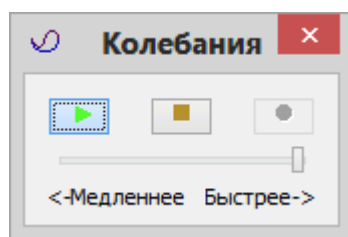

Рис.4.33. Диалоговое окно Колебания
- В диалоговом окне **Колебания** (рис.4.33) щелкните по кнопке  – **Воспроизвести анимацию**.